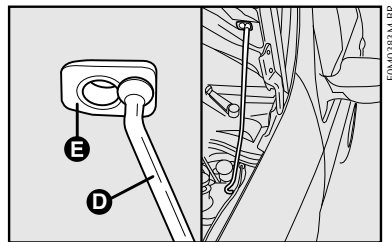

fig. 98
- 4) introduzir a extremidade da vareta **D** na abertura **E** do capô do motor fig. 98.
- 1) manter levantado o capô com uma mão e, com a outra, tirar a vareta **D**-fig. 98 da abertura **E** e repô-la no seu dispositivo de bloqueio;